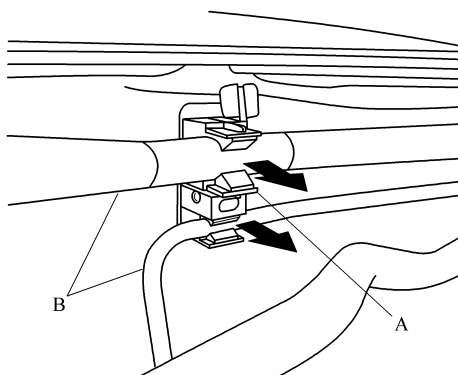

图 3-13 从卡夹上拆下管路
- 5) 打开卡夹 A，然后拆下空调管路 B，如图 3-13 所示。